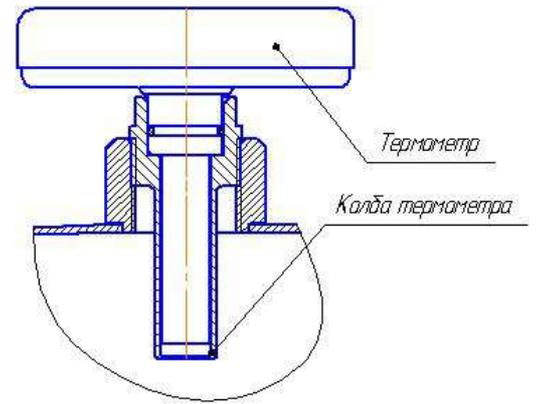

Рисунок 3 - Термометр
3.11. В колбу установки стрелочного термометра (рис. 3) накапать 6-8 капель машинного масла.